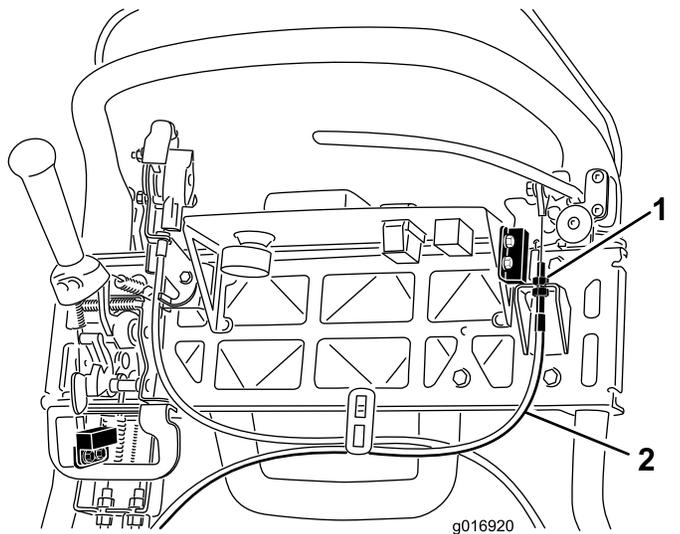

图44
3. 要增加拉线的张力请拧松上部拉线锁紧螺母并拧紧下部拉线锁紧螺母图44直至为了松开手刹锁定装置需要对刹车制动杆手柄施加 156N 的力。切勿调整过度或致使刹车带拖磨。